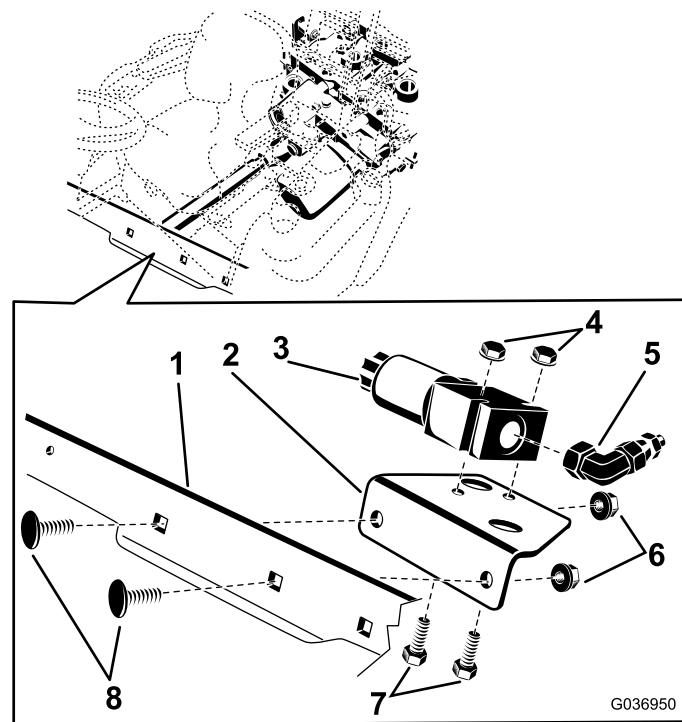

Bild 1
2. Befestigen Sie die Montageplatte mit zwei Schrauben (3/8" x 1") und zwei Bundmuttern (3/8") an der Querstrebe des Rahmens. Positionieren Sie die Platte wie in **Bild 1** dargestellt.
3. Drehen Sie das 90°-Adapter-Anschlussstück in das Ende des Differenzialsperrvvents, positionieren Sie es wie in **Bild 1** dargestellt.
(1/4") auf der Halteplatte. Positionieren Sie das Differenzialsperrvventil an der Montageplatte, wie in **Bild 1** dargestellt.